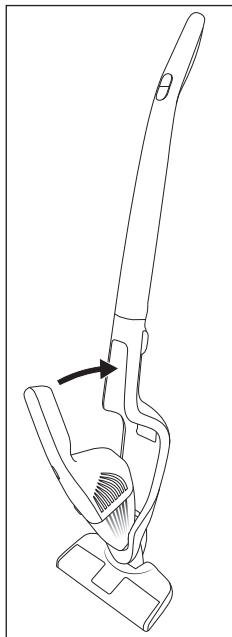

Bild 2
- 2) Tryck sedan in handenhetens **3** handtag **1** i skaftet **10** så att handenheten **3** löser fast (bild 2).